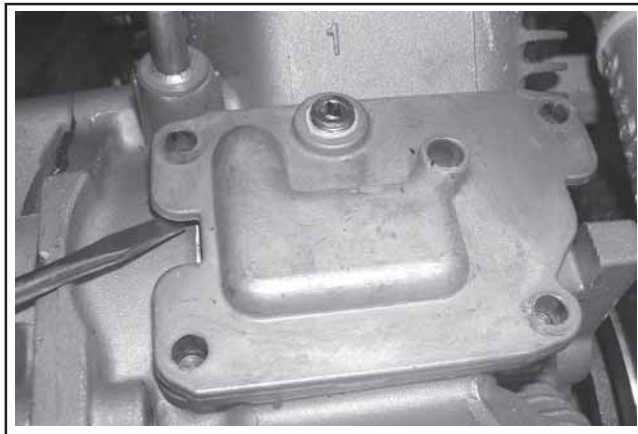

Figure 9-29. Casser le joint du couvercle du reniflard.
4. Passer un tournevis sous la partie protubérante du couvercle du reniflard pour casser le joint (anciens moteurs avec joint adhésif RTV). Voir la Figure 9-29. Éviter de toucher les surfaces d'étanchéité avec le tournevis afin de ne pas causer de dommages pouvant entraîner des fuites. Les nouveaux moteurs comportent un joint sous le couvercle du reniflard pour faciliter la dépose.